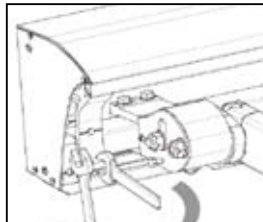

FIG 4C
- * Resserrez les 2 écrous latéraux (FIG. 4C).